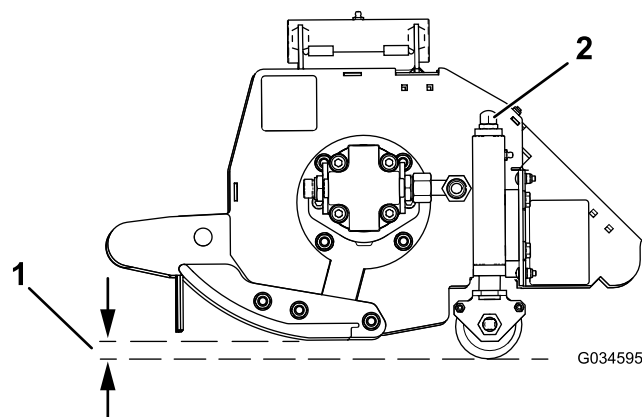

Figura 31
2. Rode o conjunto da porca de ajuste em ambas as extremidades no sentido dos ponteiros do relógio para diminuir a altura de corte ou no sentido contrário para aumentar a altura de corte (Figura 31).